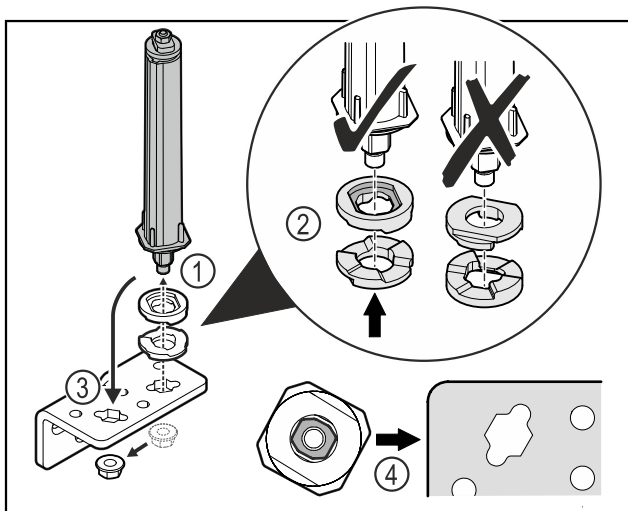

Fig. 31
- ▶ Mutter lösen und Türschließsystem entfernen Fig. 31 (1).
- ▶ Auf die korrekte Ausrichtung der Höhenverstelleisiben achten Fig. 31 (2).
- ▶ Türschließsystem im Scharnierwinkel umsetzen und mit der Mutter fixieren Fig. 31 (3).
- ▶ Beim Einsetzen auf die korrekte Ausrichtung des Türschließsystems achten Fig. 31 (4).